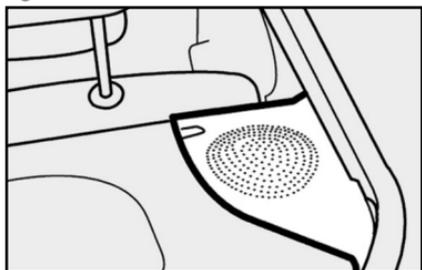

fig. 121
– Altoparlantes traseros **fig. 121, 122 y 123**.